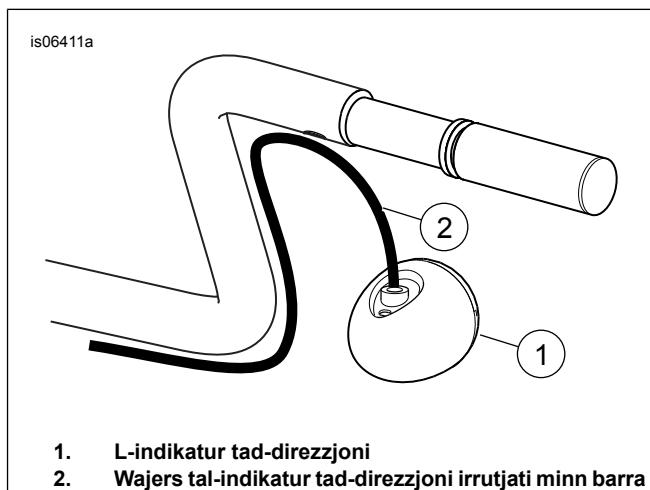

Figura 4. Indikaturi tad-Direzzjoni Mmuntati fuq il-Manubriju Li Jeħtieġu Rilokazzjoni
3. **Għall-mudelli MINGĦAJR indikaturi tad-direzzjoni mmuntati fuq il-manubriju:** Iproċedi għal **Pass 9** (wara Figura 5). **Għall-mudelli MGHAMMRA b'indikaturi tad-direzzjoni immuntati fuq il-manubriju:** Jekk il-wajers tal-indikatur tad-direzzjoni oriġinali huma mgħoddija **minn ġol-** housings tal-iswiċċ u fil-manubriju mill-fetħa l-kbira (J), iproċedi għal **Pass 4** (wara Figura 4). Ara Figura 4. Jekk il-wajers oriġinali tal-indikatur tad-direzzjoni kienu **ruttjati minn barra** dawn l-indikaturi tad-direzzjoni jeħtieġu rilokazzjoni lil hinn mill-manubriju. Irriloka f'dan il-ħin billi ssegwi l-istruzzjonijiet fil-kitt tar-rilokazzjoni x-xieraq.